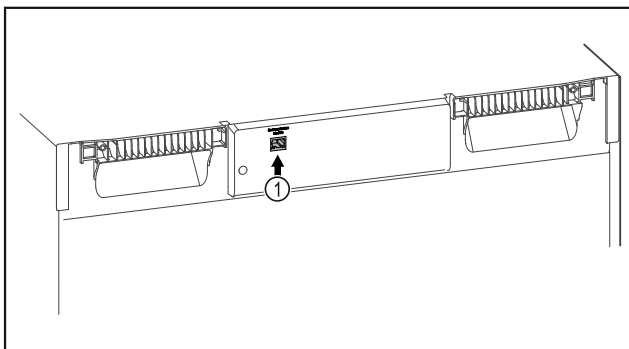

Fig. 108
- Se utiliza SmartModule Fig. 108 (1).